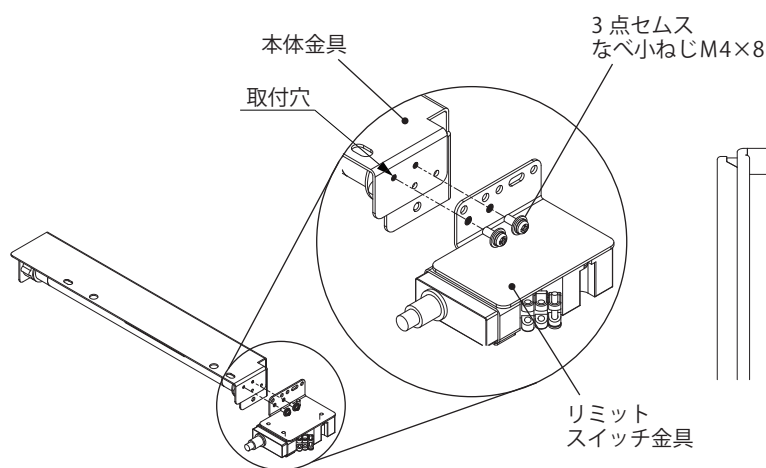

図 5
1. リミットスイッチ金具にある 3 点セムスなべ小ねじ M4×8 (2 カ所) を取外してください。(図 5)
2. 本体金具とリミットスイッチ金具を 3 点セムスなべ小ねじ M4×8 (2 カ所) にて取付けてください。(図 5)